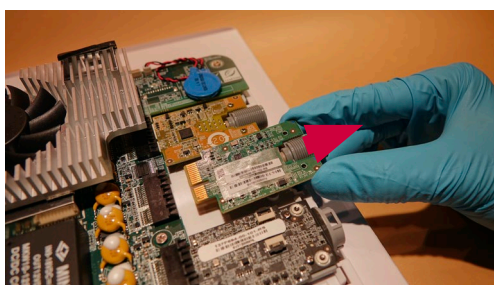

Bild 22 Ta bort VDI-kortet
- b) Dra ut VDI-kortet från uttaget på huvudkretskortet (bild 22)